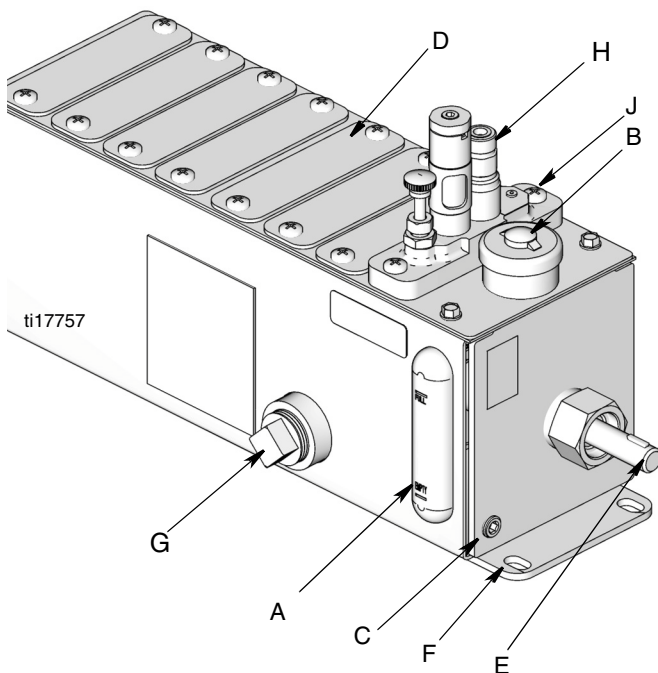

ABB. 1
Die in der nachstehenden Anleitung verwendeten Referenzbuchstaben beziehen sich auf ABB. 1.
- a. Speicherbehälter durch Herausschrauben der Ablassschraube (C) leeren (ABB. 1). Öl entsprechend den gültigen Sicherheitsbestimmungen entsorgen.
- e. Gewindedichtmittel (wird vom Anwender bereitgestellt) auf den Ablassstopfen (C) auftragen (ABB. 1) und diesen wieder einschrauben. Mit $3,95 \text{ N}\cdot\text{m} \pm 0,6 \text{ N}\cdot\text{m}$ (35 in. lbs \pm 5 in. lbs.) festziehen.